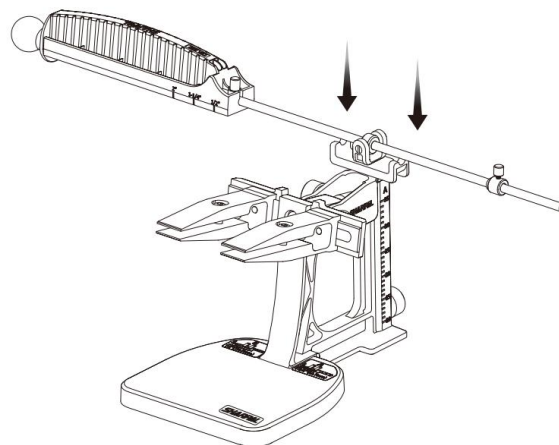

Fig. 5
5. Legen Sie die Schleifführungsstange in den Parkschlitz an der Stützstange (siehe Fig. 5).